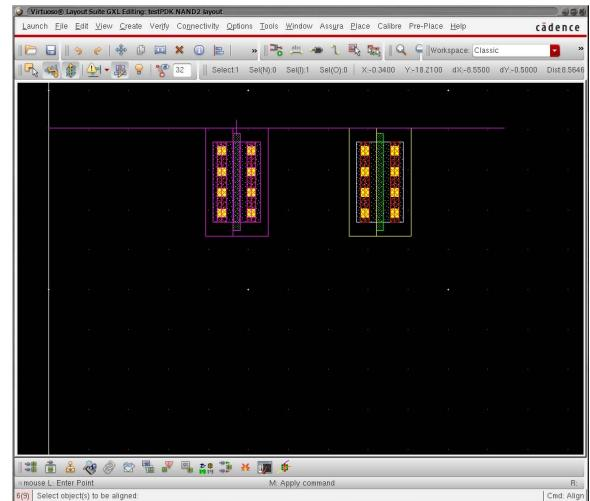

図 38: NMOS トランジスタが並べられた
7. Align ウィンドウの Apply ボタンをクリックすると、図 38 に示すように二つの NMOS トランジスタが正しく並べられる。